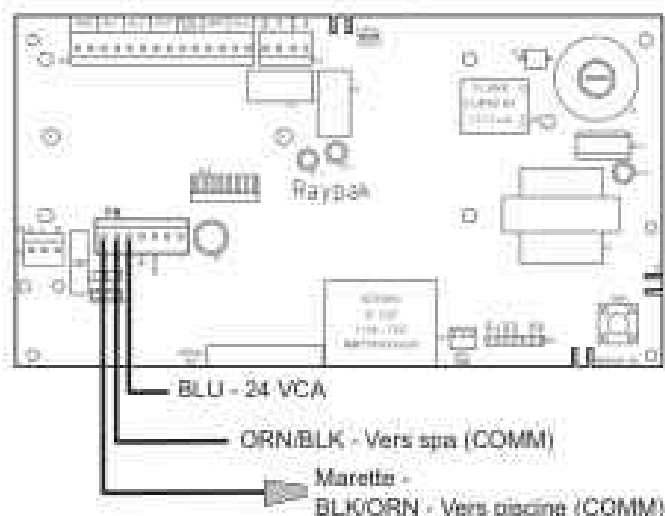

Figure 31. Connexion du harnais de câble d'un thermostat à 2 fils au connecteur P8, P-156
7. Connectez le harnais de câble à 7 broches pour thermostat externe au connecteur P8 et mettez l'appareil à ON, voir Figure 31.